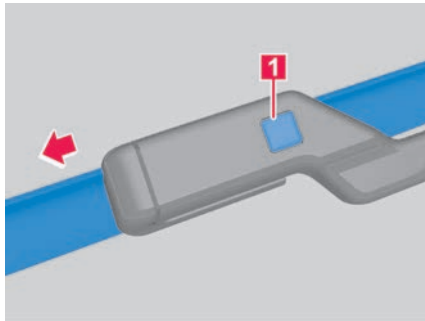

Abb. 159 An der Frontscheibe: Scheibenwischerblätter der Frontscheibe wechseln.
3. Entriegelungstaste gedrückt halten und gleichzeitig das Scheibenwischerblatt in Pfeilrichtung abziehen → **Abb. 159 1**.